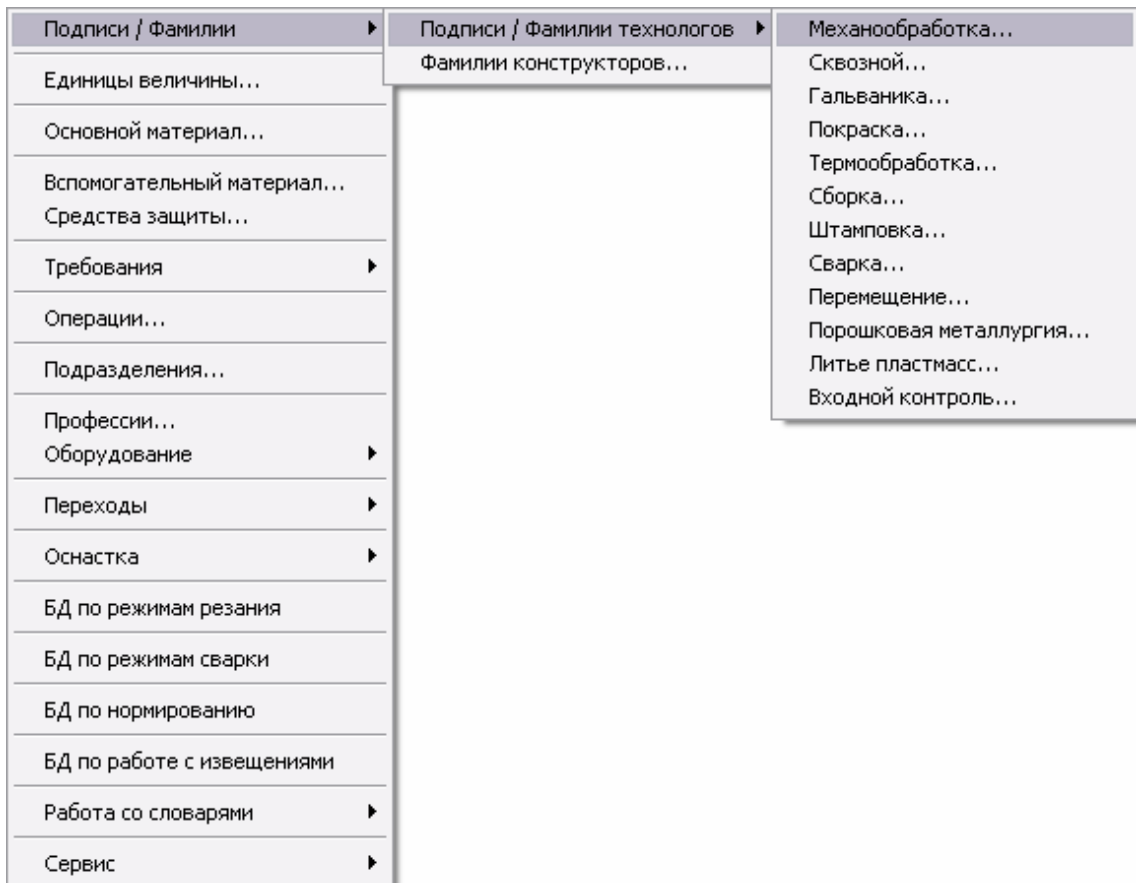

Рис. 54. Меню выбора справочника «Подписи / Фамилии технологов».
2. В меню выберите **Подписи / Фамилии – Подписи / Фамилии технологов** (см. Рис. 54);